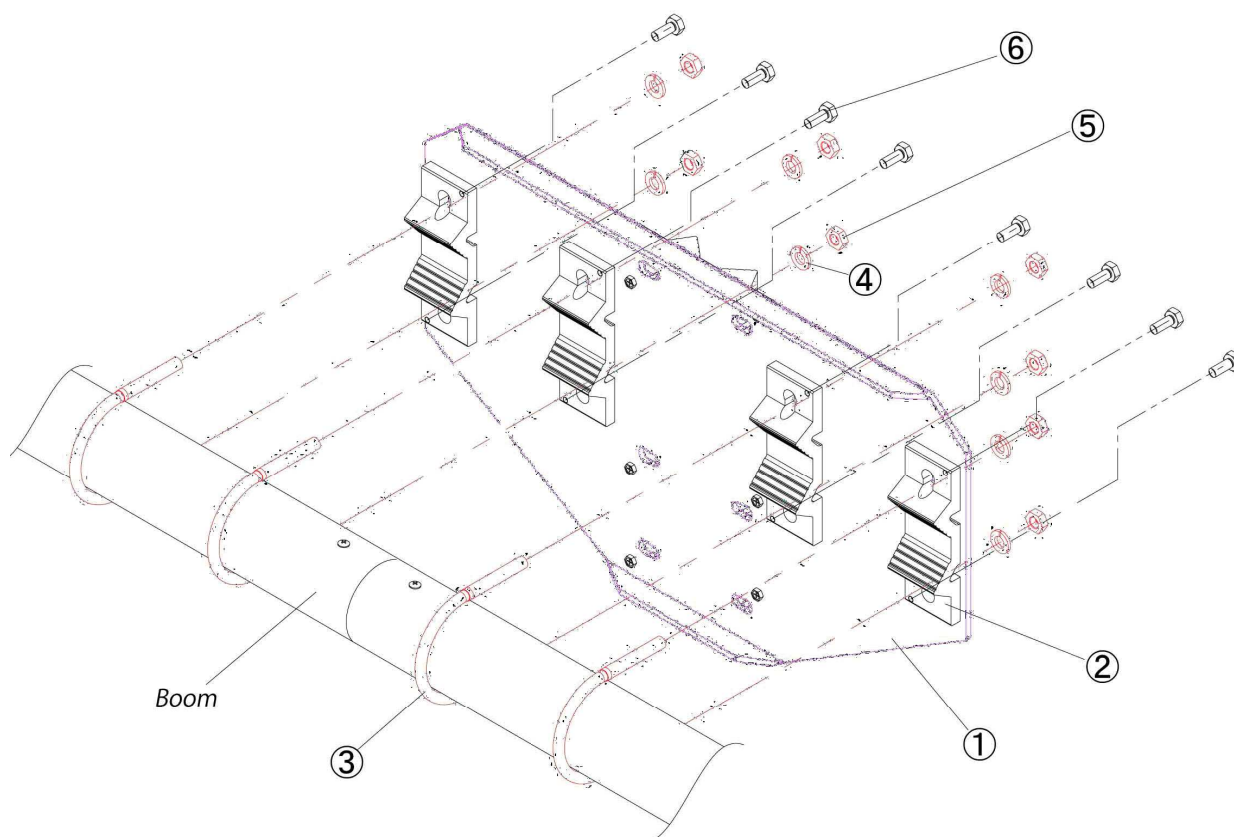

Figure12: Assembling and Attaching Mast Clamp to the Boom.
See 「Diagram4、 Figure12」 .
- See [Diagram4、 Figure12]